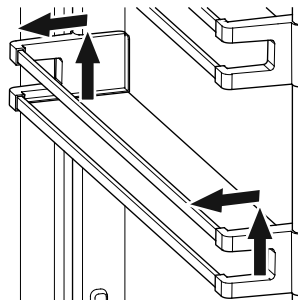

Figure 24
- Retirer les balconnets de porte comme à la **Figure 24**.